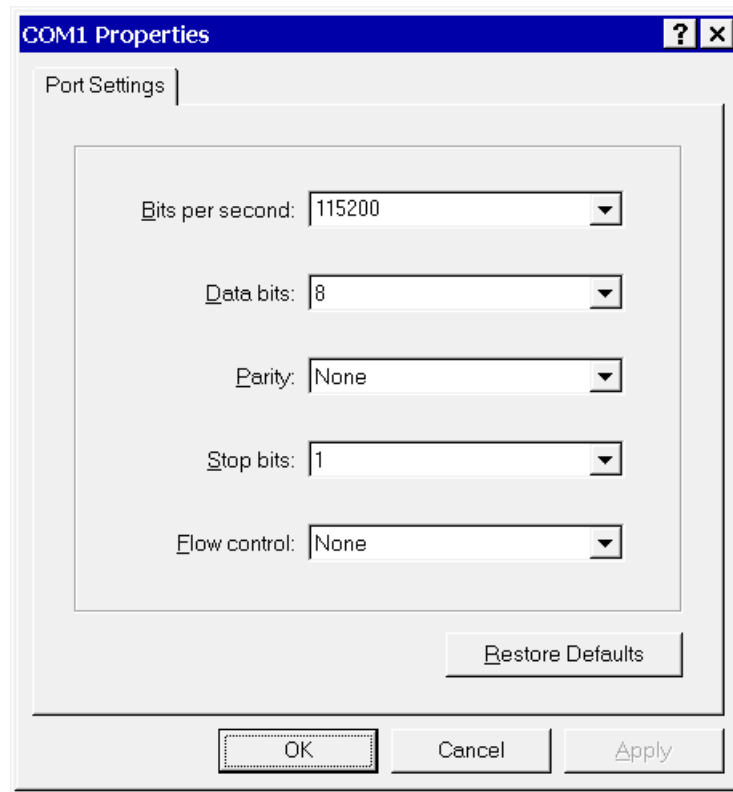

Abbildung 53: HyperTerminal Einstellungen
- Stellen Sie 115200 Bits per second, 8 Data bits, Parity None, 1 Stop bit, Flow control None ein. (siehe Abbildung 53)